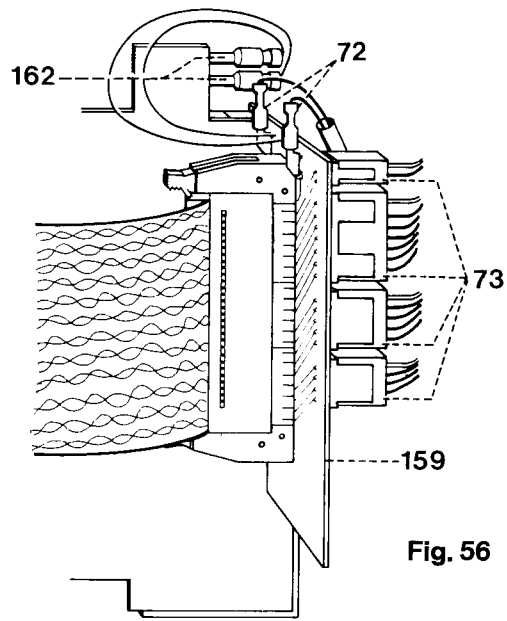

Fig. 56
- Nach dem Test mit dem Computer die 4 Kabelstränge 73 vom Teststecker 159 abziehen (siehe Abb. 56).
- Having completed the computer test, pull the 4 looms 73 out of test plug 159 (Fig. 56).
- Après le test avec le testeur retirer les 4 faisceaux de fils 73 de l'adaptateur de test 159 (fig. 56).